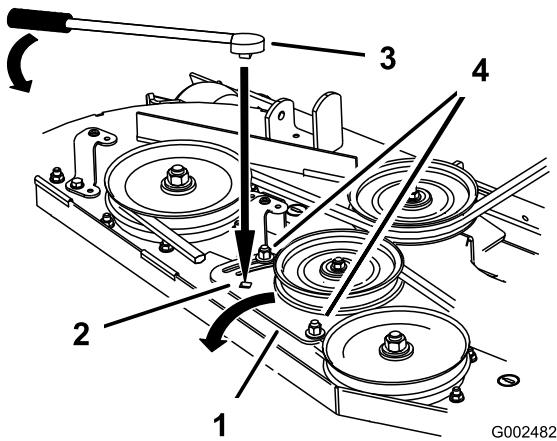

Figure 53
5. Si un réglage est nécessaire, desserrez la plaque du bras de tension et effectuez le réglage (Figure 53).
6. Insérez un manche à rochet ou une barre de levier dans le trou carré de la plaque pour régler la tension (Figure 53).
7. Pour augmenter la tension de la courroie, tournez le manche à rochet ou la barre de levier pour déplacer la poulie fixe jusqu'à ce que vous sentiez une résistance et que la poulie de tension rappelée par ressort cesse de bouger (Figure 53).
8. Tout en maintenant la courroie tendue, serrez les boulons de fixation de la plaque du bras de tension (Figure 53).
10. Réglez la tension de la courroie et la plaque de la poulie de tension, le cas échéant, et serrez fermement toutes les fixations (Figure 53).